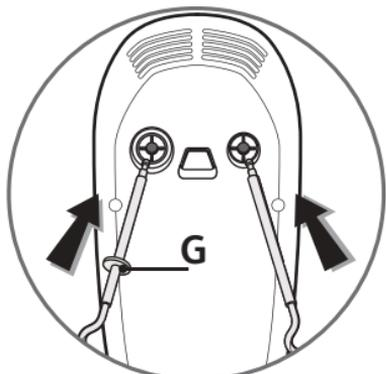

fig.1
- Introduisez les tiges de chaque fouet (B ou F) ou malaxeur (D) dans les orifices prévus à cet effet et verrouillez. **Les fouets et les malaxeurs ont une forme spécifique, le malaxeur ou le fouet avec le détrompeur (G) doit être mis à gauche, dans l'orifice le plus gros (Fig.1).**
• Utilisation sur le socle (H) : (Selon Modèle)
- Introduisez les tiges de chaque fouet (C) ou malaxeur (E) dans les orifices prévus à cet effet et verrouillez . **Les fouets et les malaxeurs ont une forme spécifique, le malaxeur ou le fouet avec le détrompeur (G) doit être mis à gauche, dans l'orifice le plus gros (Fig.1).**
- Placez le socle (H) sur le plan de travail :